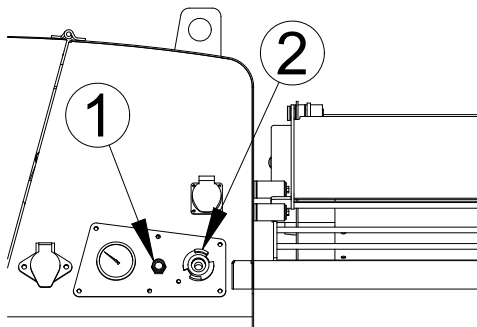

Fig. 11
Si dispone de hidrolimpiadora (opcional), conecte las mangueras de aspiración (fig. 11, Rif. 1) a una red de suministro de agua adecuada (al menos 25 l/h a 1.5 Bar como mínimo) **-se prohíbe el uso de depósitos de agua para alimentar la hidrolimpiadora-** y las mangueras de impulsión con la lanza a la toma de la máquina (fig. 11, ref. 2). Ponga en marcha la máquina con el selector (fig. 7, ref. 12) e inicie las operaciones de lavado.